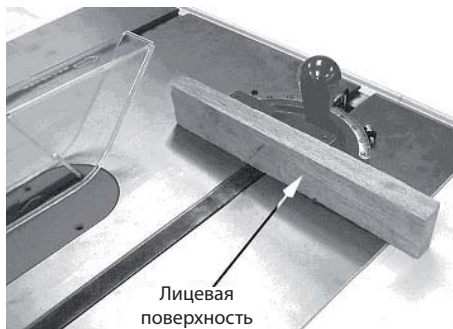

Рис. 27
- Для підвищення безпеки під час поперечного розпили неправильних за формою дерев'яних заготовок (Рис. 27) прикладіть її до кутового вимірювача, використовуючи отвори вимірювача.